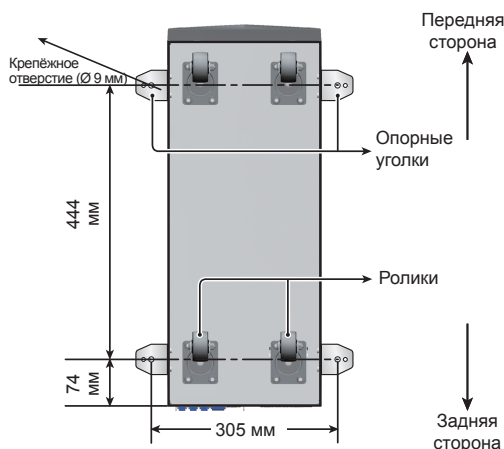
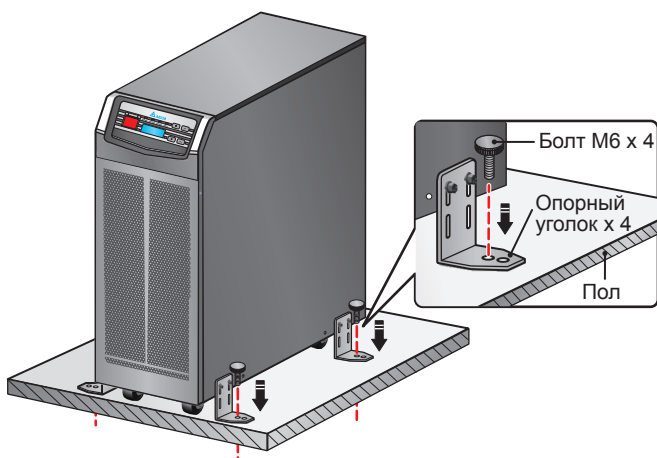

Рис. 6-5. Расположение крепёжных отверстий ИБП 15/20 кВА
Рис. 6-7. Установка болта ИБП 15/20 кВА
- 1) Для установки требуется высверлить отверстия в полу. Расположение крепёжных отверстий для ИБП 15/20 кВА показано на **Рис. 6-5**.
- 4 Вставьте болты из комплекта поставки изнутри в отверстия опорных уголков с внутренней стороны, а через них – в крепёжные отверстия в полу. Закрутите болты (см. **Рис. 6-7**). Расположение крепёжных отверстий показано на **Рис. 6-5**.